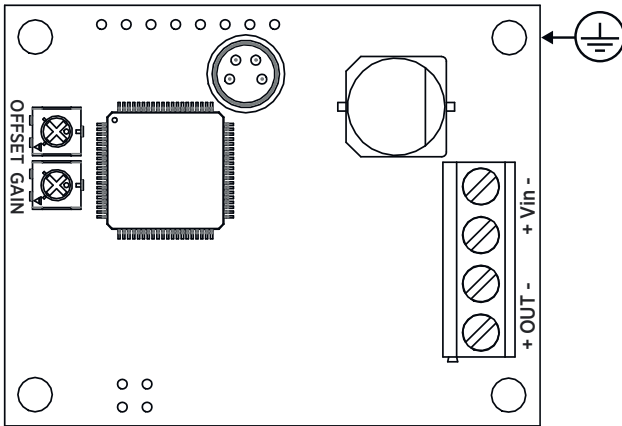

图 1 电路板 (3 线输出)
- ▶ 1. 请使用电路板角部的安装孔将此模块牢固固定。如有必要，请使用可选的安装托架。请务必连接地线，位置应安置在带有镀层的安装孔处。请参见图 1 (页 2)。请参阅 HMM100 User Guide (M211024EN)，查找 Vaisala 的配件订货代码。